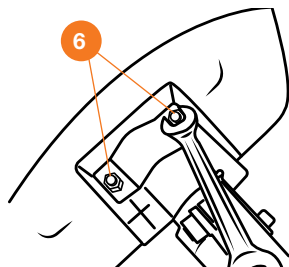

Рис. 6
- Накрутите на винты контрящие гайки **6**, для предупреждения самопроизвольного открывания кожуха во время работы (Рис. 6).